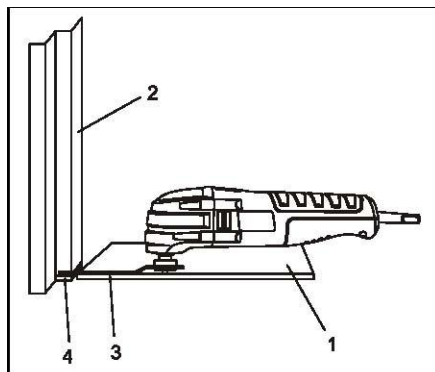

Fig. 6
2. Placez un carreau (1) sur le sol, à environ 1/2" (25 mm) du montant de porte (2) (Fig. 6).